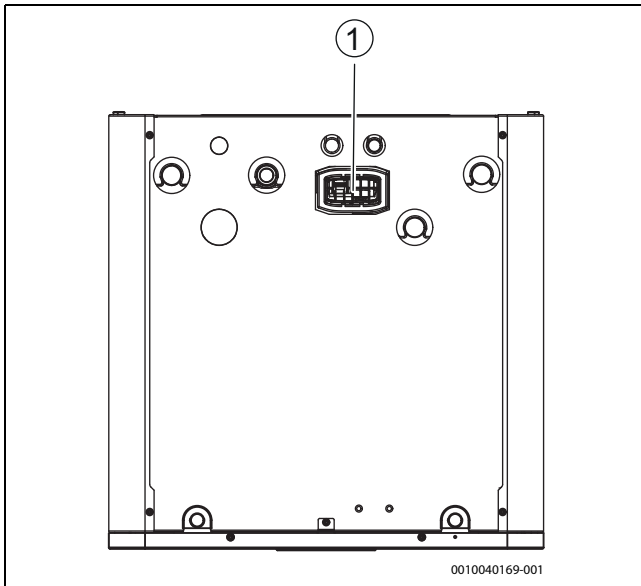

Bild 17 Halter für MX300
- ▶ Modul in den Halter einsetzen (→ [1], Abbildung 17). Wenn das Modul richtig eingesetzt wurde, blinkt eine LED.